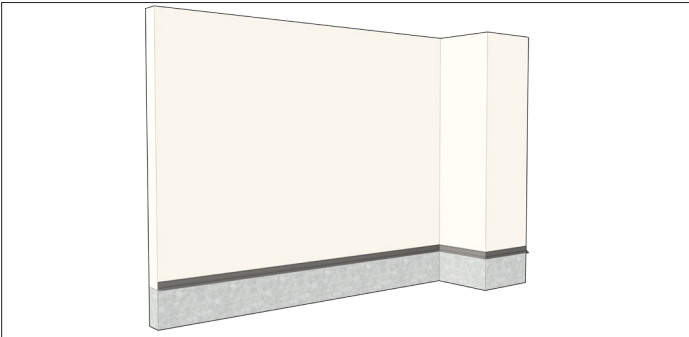

Figure 16.1
- Après avoir installé la barrière d'air et d'eau et les solins de base, installez le profilé de départ perforé J par-dessus la barrière à niveau au point de départ du bardage. (Figure 16.1)